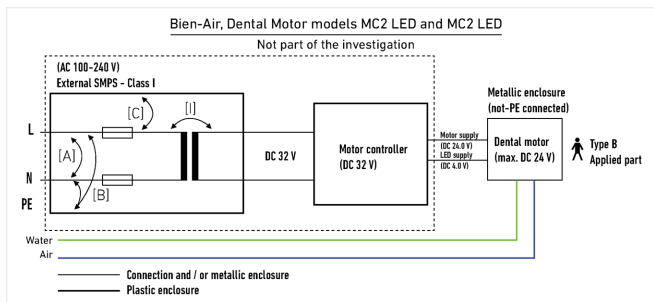

FIG. 1
La seguridad eléctrica solo se puede reclamar cuando el dispositivo se utiliza conforme al diagrama de aislamiento anterior. **FIG. 1.**
- Cuando se usa conforme al diagrama de aislamiento **FIG. 1**, el dispositivo cumple con las siguientes cláusulas de la norma CEI 60601-1:
Electromagnetic compatibility of motors and compatible hoses has been verified for a test setup representing typical final application according to the insulating diagram **FIG. 1**. Electromagnetic compatibility must be validated for the final application after installation of the motor in the dental unit.
La instalación recomendada se corresponde con el diagrama de aislamiento FIG. 1.